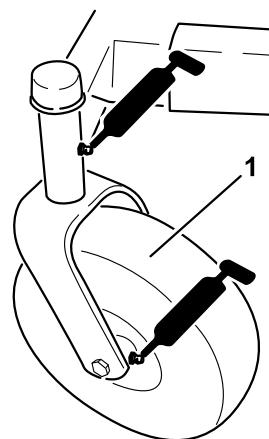
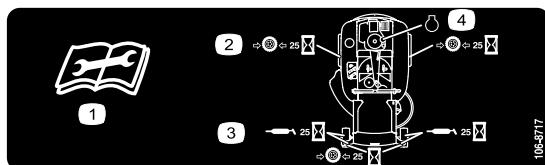

Figura 20
Figura 21
3. Limpie con un trapo los puntos de engrase (Figura 20 y Figura 21). Asegúrese de rascar cualquier pintura que hubiera sobre los puntos de engrase.
4. Conecte una pistola de engrasar a cada punto de engrase (Figura 20 y Figura 21). Bombee grasa hasta que empiece a rezumar grasa de los cojinetes.